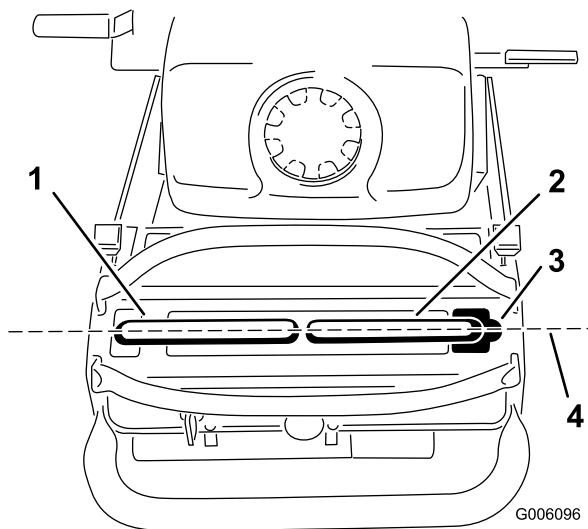

Figure 44
**Important:** Assurez-vous que l'alignement des roues de la machine est correct après avoir réglé les leviers de commande de déplacement. Une fois ce réglage effectué, il est possible que les leviers de commande de déplacement ne s'alignent pas exactement d'avant en arrière (Figure 44).
1. Une fois l'alignement horizontal effectué, vérifiez l'alignement avant/arrière (Figure 44).